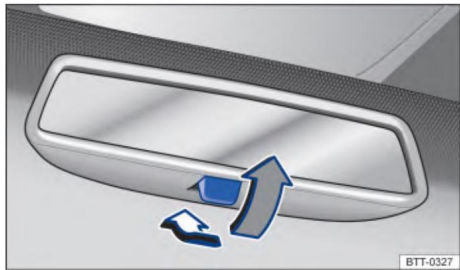

Рис. 95 На лобовом стекле: внутреннее зеркало заднего вида с ручным затемнением
– Потяните регулировочный рычаг назад, чтобы настроить внутреннее зеркало заднего вида в антибликовое состояние. Рис. 95.